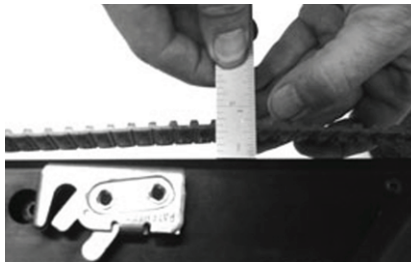

Figure 12 – Tension adéquate de la ceinture
9. Utiliser deux clés de 7/16 po pour appliquer la tension souhaitée à chaque ceinture et bien serrer (Figure 12).